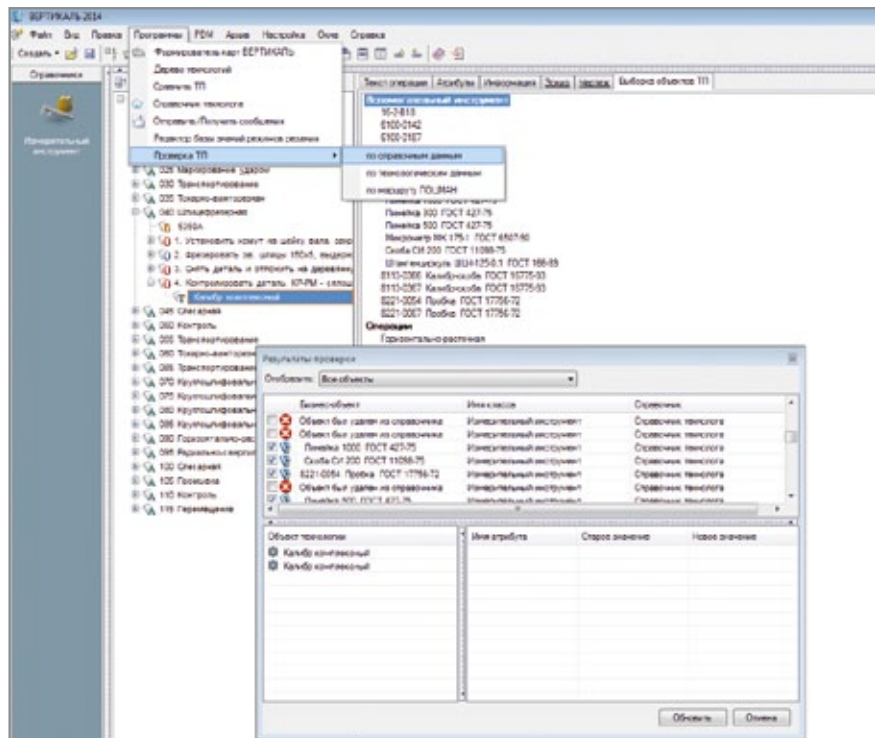

Рис. 5. Проверка ТП по справочным данным
- по справочным данным, что является удобным механизмом при актуализации и пересмотре ТП, поскольку позволяет выявить удаленные, измененные и неприменяемые объекты НСИ (рис. 5);